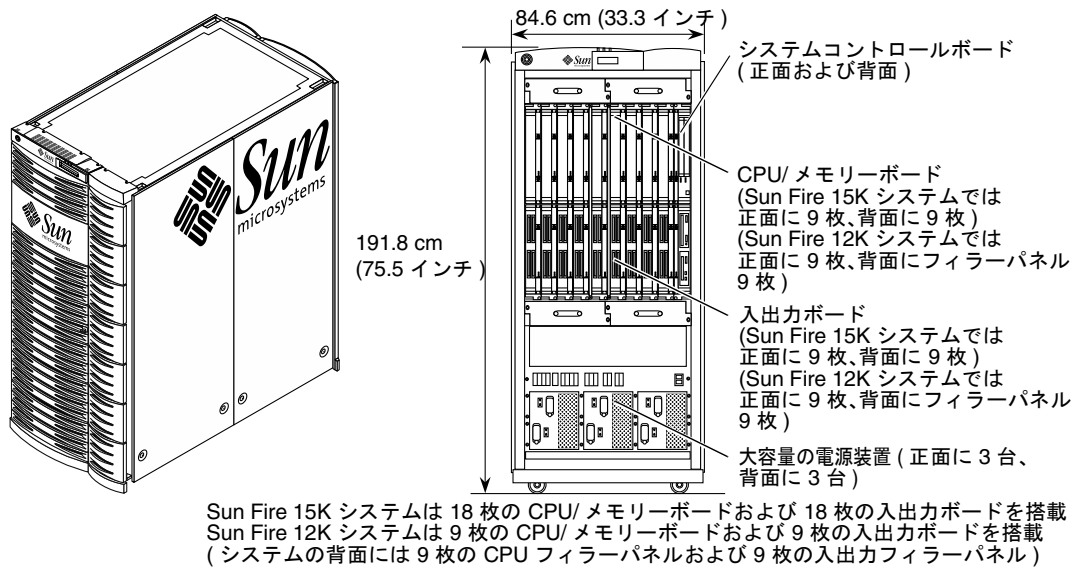

図 1-1 Sun Fire 15K/12K システム
- 図 1-1 Sun Fire 15K/12K システム 1-1